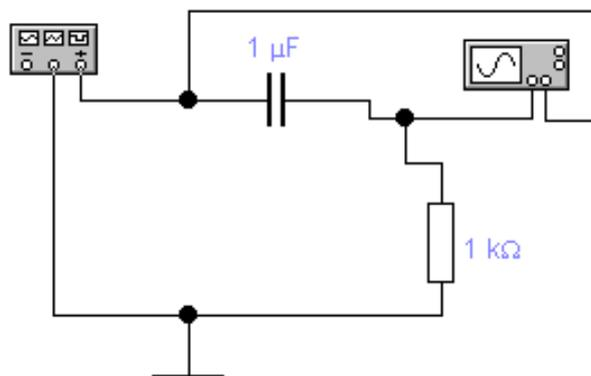

Рис. 9. Схема
4.3. Собрать схему дифференцирующей цепи (рис. 9).